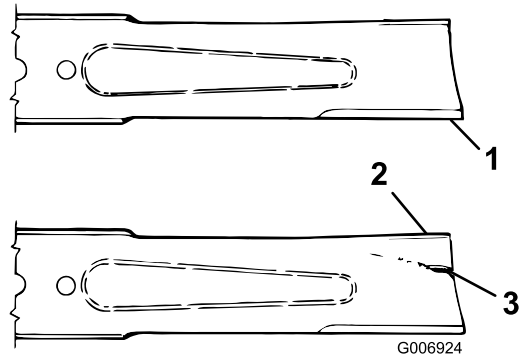

Figure 17
3. Examinez attentivement les tranchants de la lame, particulièrement au point de rencontre de la partie plane et de l'ailette (**Figure 17**).
4. Remplacez la lame si elle est usée (**Figure 17**) ; voir Entretien du plan de la lame (page 12).
Si la lame est trop usée, une entaille se forme entre l'ailette et la partie plane (**Figure 17**). La lame peut alors se briser et un morceau être projeté du dessous de la machine, vous blessant gravement ou une personne à proximité.